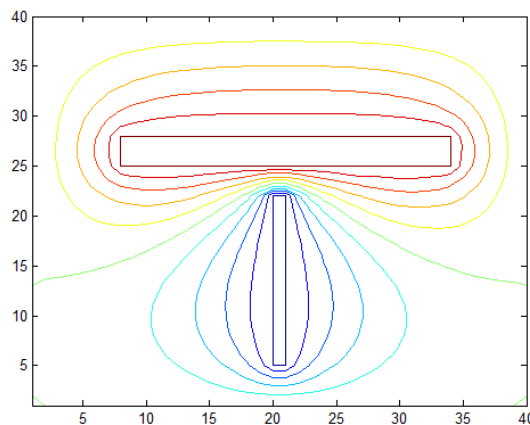

Figure 3. Représentation des lignes équipotentiellles.
- A l'aide des fonctions Matlab/Octave '*contour*' représenter les lignes équipotentiellles (voir la Figure 3).